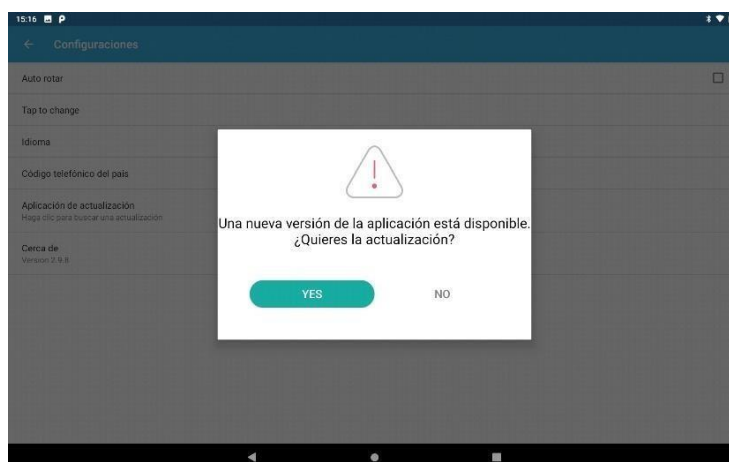

Figura 2.9
8. Para salir del menú de configuración, haga clic en el signo de la flecha en la esquina superior izquierda (vea la Figura 2.9).